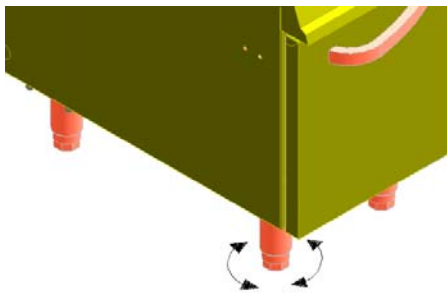

Fig. 1
- Nivelar y regular la altura del aparato.(Fig. 1)